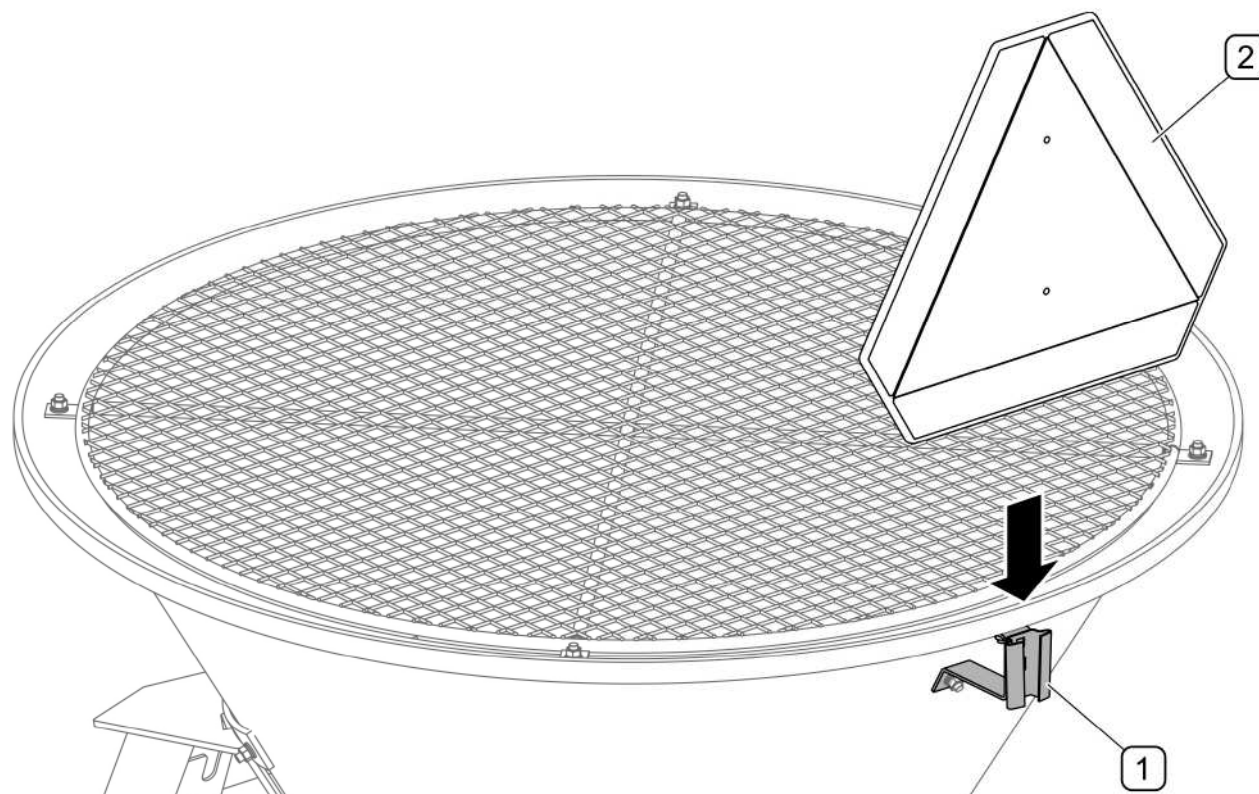

РИСУНОК 4.8 Держатель знака
- При проездах по общественным дорогам сзади машины должен быть прикреплен знак медленно движущегося транспортного средства (2) (РИСУНОК 4.8)